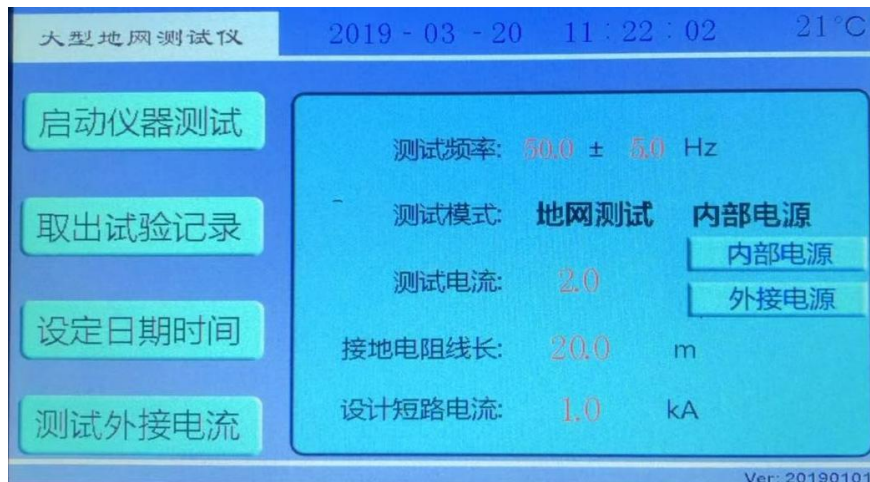

图 7 内外电源选择
3) 内部电源：此处为下拉菜单，可以选择 **内部电源**，**外接电源**。（图 7）